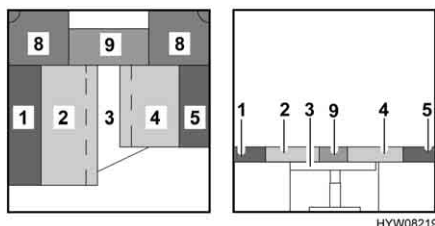

Fig. 61 Durante la trasformazione
- Ruotare i due cuscini del divano angolare (Fig. 61,8) di 180°.
- Posizionare i cuscini del divano (Fig. 61,2 e 4) al centro.
- Posizionare i cuscini dello schienale (Fig. 61,1 e 5) tra i cuscini del divano (Fig. 61,2 e 4) e la parete esterna.